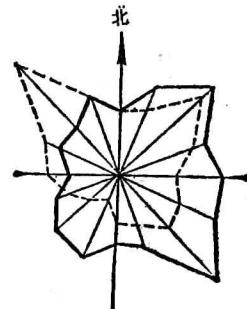

图 1-16 风玫瑰
(6) 风玫瑰：风玫瑰是用来表示该地区每年风向频率的标志。它是以十字坐标定出东、南、西、北、东南、东北、西南、西北……等十六个方向，根据该地区多年平均统计的各个方向吹风次数的百分数值绘成的折线图形。它一般绘在总平面图上。见图1-16。